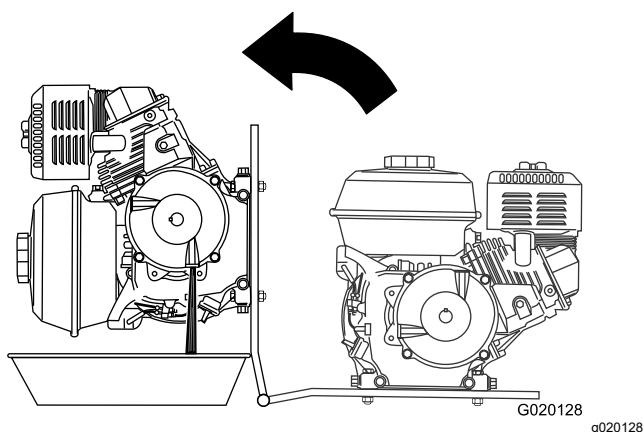

Figure 60
8. Placez un bac de vidange sous la charnière du plancher moteur (Figure 60).
9. Faites pivoter le moteur sur le côté charnière du plancher moteur et vidangez l'huile du carter réducteur (Figure 60).